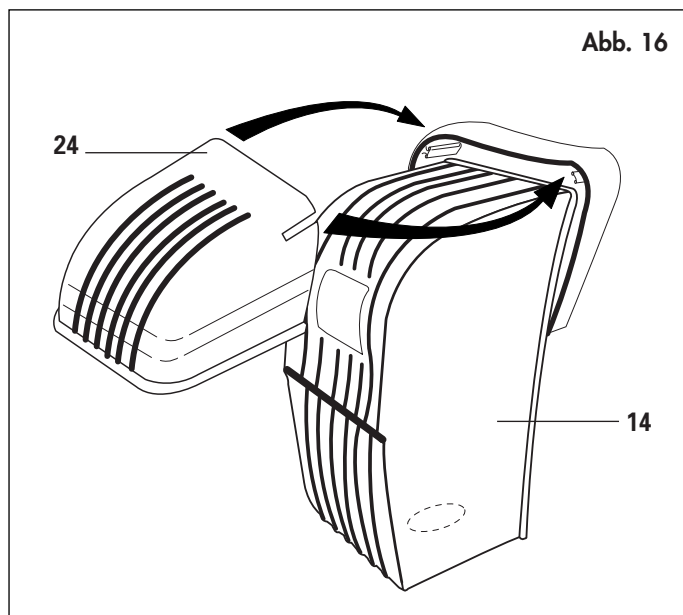

Abb. 16
- f** Befestigen Sie die Skimmer-Schutzhaube indem Sie die oberen Ausschnitte vor die Tragrippen stellen, die sich in dem auf den Liner geschweissten flexiblen Teil befinden, Abb. 16.